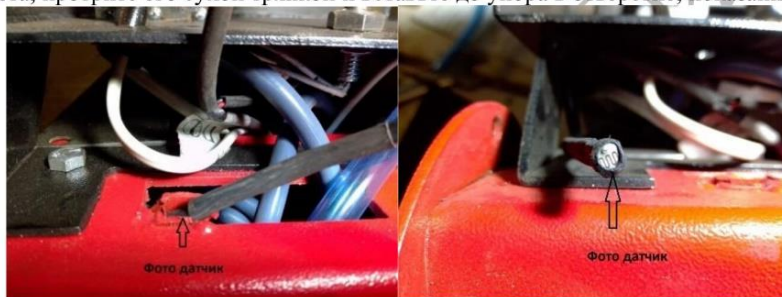

Рисунок 6. Датчик света горелки
- 3) Проведите чистку датчика света (факела) горелки (рисунок 6). Вытащите датчик света, протрите его сухой тряпкой и вставьте до упора в отверстие, показанное на рисунке 6.